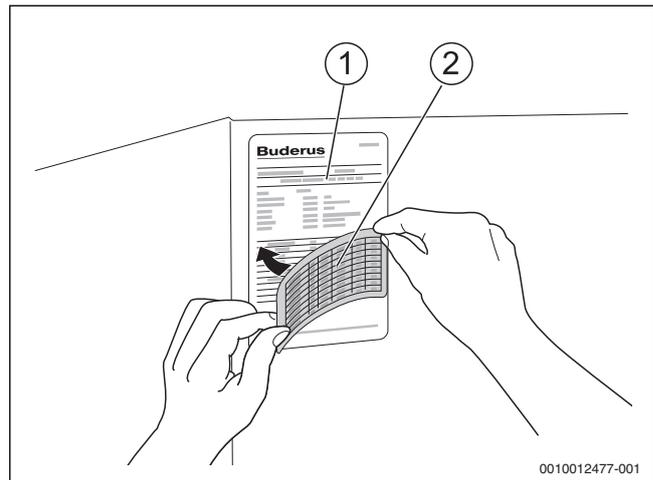

Bild 27 Typschild aktualisieren
- ▶ Entsprechenden Bereich auf dem vorhandenen Kessel-Typschild (→ Bild 27, [1]) mit dem mitgelieferten Aufkleber (→ Bild 27, [2]) für die gelieferte Gasart, entsprechend der Gasblende, überkleben.